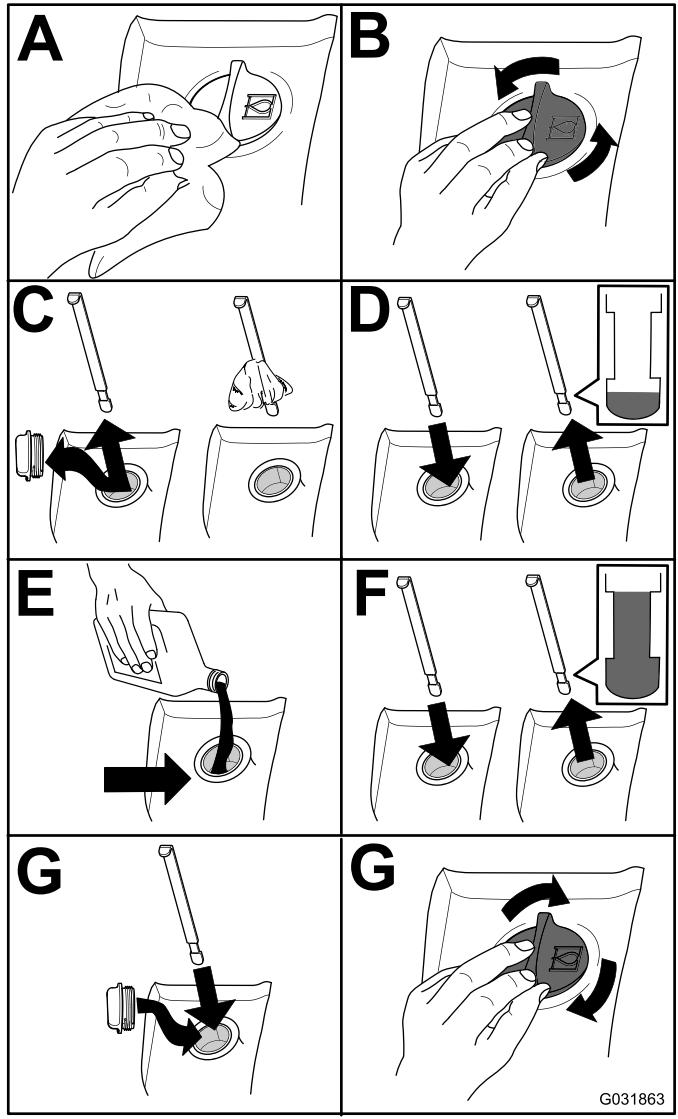

Рисунок 76
2. Проверьте уровень гидравлической жидкости (Рисунок 76).